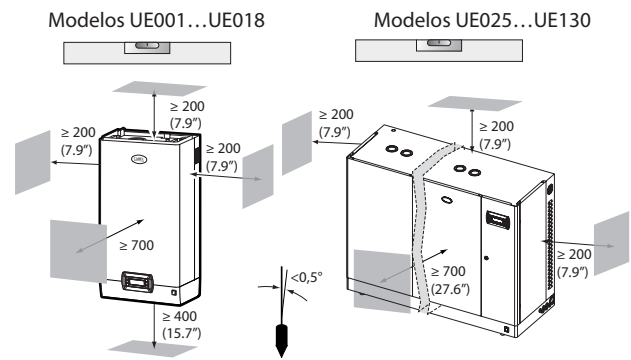

Fig. 1.d
- posicione o umidificador sobre uma superfície horizontal, observando os espaços mínimos (veja fig. 1.d) para consentir as operações necessárias de manutenção.
Monte o umidificador na parede através do suporte já fixado no umidificador utilizando o kit de parafusos fornecido (para as cotas em mm/inch veja a Fig. 1.d).